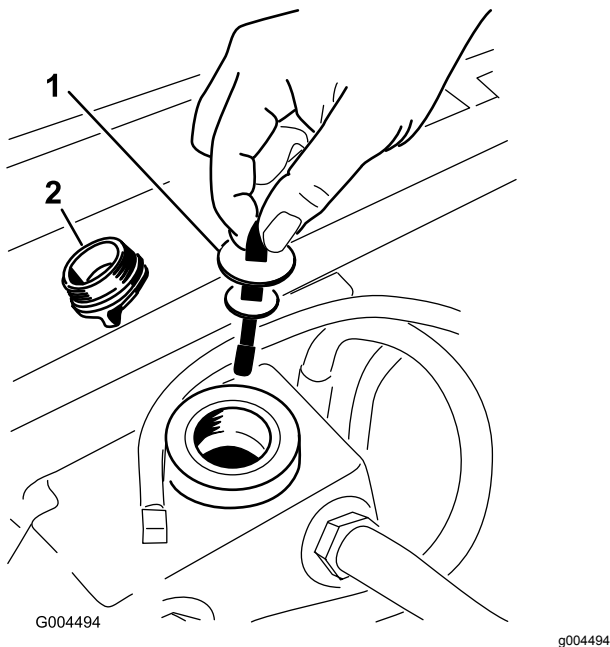

図 56
5. 油圧オイル給油口からキャップを取る 図 56。
6. ディップスティックを抜きウェスで一度きれいに拭く(図 56)。
7. もう一度首に差し込んで引き抜き、オイルの量を点検する(図 56)。